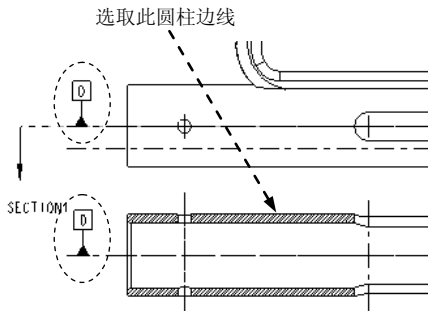

图 10.7.1 创建基准轴
下面将在模型 body 的工程图中创建图 10.7.1 所示的基准轴 D，以此说明在工程图模块中创建基准轴的一般操作过程：
(2) 单击该对话框中的 **定义...** 按钮，在弹出的图 10.7.3 所示的“基准轴”菜单中选取 **Thru Cyl (过柱面)** 命令，然后选择图 10.7.1 所示的圆柱的边线。
- (3) 在“轴”对话框的 类型 选项组中单击  按钮。
- (4) 在“轴”对话框的 放置 选项组中选择 ☒ 在基准上 单选按钮。
- (5) 在“轴”对话框中单击  按钮，系统即在每个视图中创建基准符号。